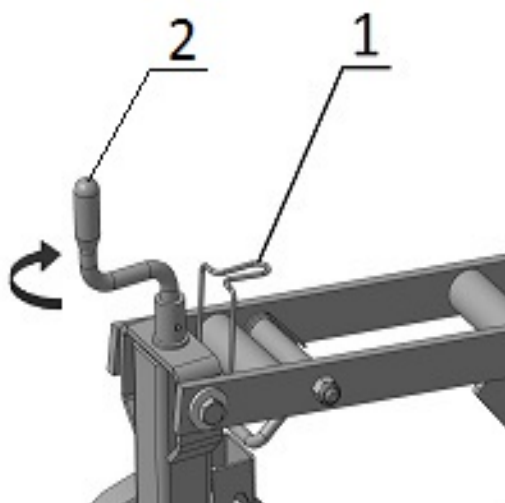
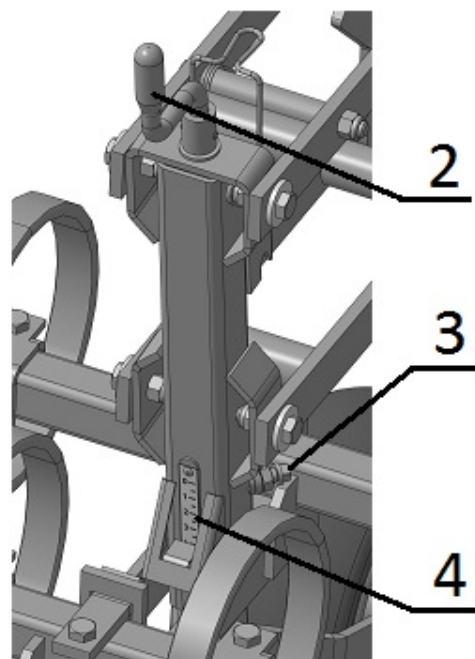

Рис. 14
Рис. 15
1. Отпустить стопорный винт 3 рис.15.
2. Отщелкнуть пружинный фиксатор 1 рис. 14.
3. Вращением ручки винта глубины 2 рис.14, поднимаем или опускаем колесо на желаемую высоту (глубину обработки). Шкала 4 рис. 15 предназна-
чена для ориентировочной настройки остальных секций культиватора, на аналогичную глубину заделки сошников относительно настроенной секции. Шкала 4 рис. 15 не привязана к конкретной глубине сошников.
5. Зажмите установочным винтом 3 рис.15 стойку регулятора глубины и законтрите.
Для правильного внесения удобрений необходимо отрегулировать глубину заделки рис.15 и подобрать норму их внесения.